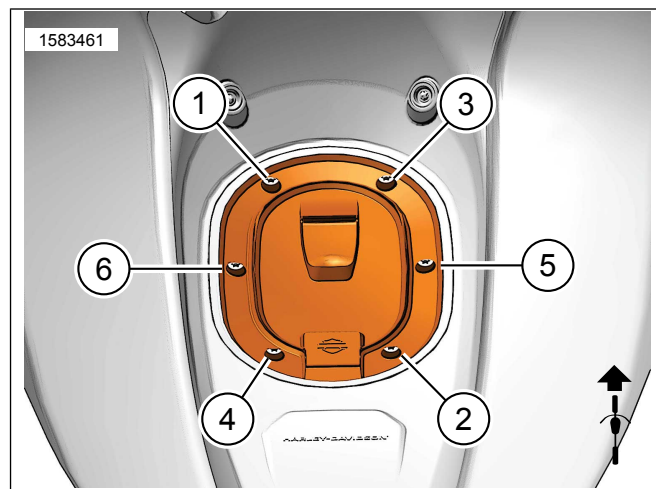

Figure 10. Bouchon de carburant verrouillable ovale installé / séquence de serrage
- Voir la Figure 10. Serrer les vis selon la séquence indiquée. Serrer.